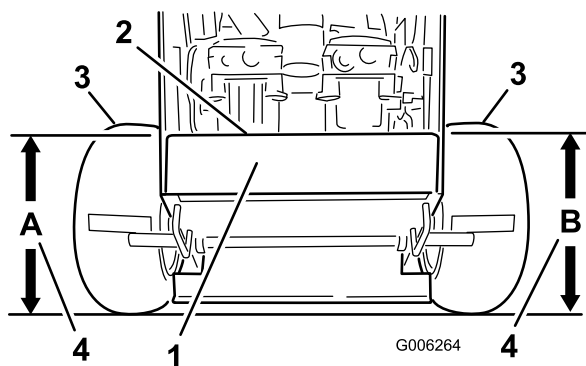

Figura 57
- Misurate l'altezza della scocca del motore al punto **A** (Figura 57).
- Misurate l'altezza della scocca del motore al punto **B** (Figura 57).